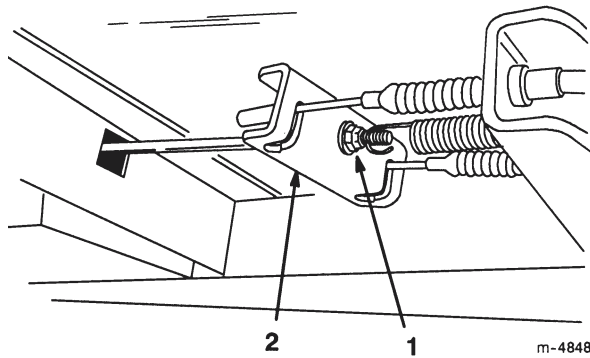

Figure 23
3. Serrez la vis de réglage du câble située au-dessous du plancher, jusqu'à ce que les câbles soient bien serrés dans l'équilibre (Fig. 23).